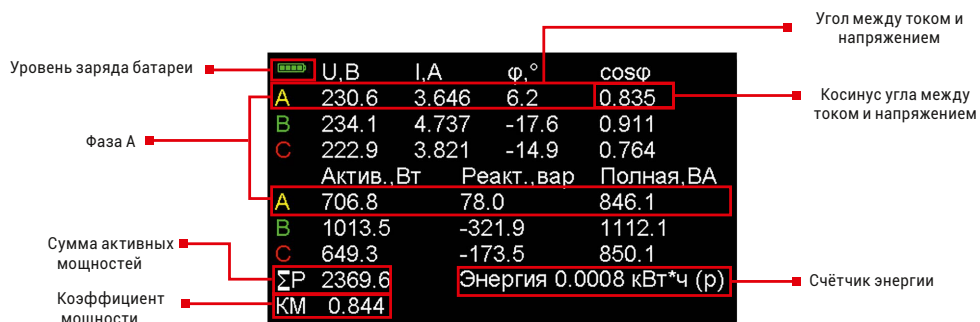

Рис. 4. Отображение на ЖКД 2-го режима
6.2.4 Для измерения мощностей и сдвигов фаз производят соединения, как в случае измерения напряжений и тока. Мощности активная, реактивная и полная, энергия считываются с дисплея, как показано на рис. 4, соответственно, в Ваттах, варах и Вольт-Амперах. Для определения порядка чередования фаз в трехпроводной сети следует переключить прибор в 1-ый режим, для отображения векторных диаграмм.
На экране (рис. 4) отображаются коэффициент мощности, сумма активных мощностей, косинус сдвига каждой из фаз.